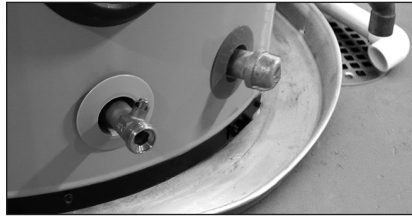

Figura 7 - Un depósito de drenaje adecuado canalizado hacia un drenaje adecuado puede ayudar a proteger el suelo contra fugas y goteos.
- Depósito de drenaje adecuado (Figura 7 en la página 8)
- Instale un depósito de drenaje adecuado (disponible en su proveedor de plomería local) debajo del calentador de agua (Figura 7), para recolectar la condensación o las fugas del tanque o de las conexiones de las tuberías. La mayoría de los códigos exigen y, se recomienda, instalar el calentador de agua en un depósito de drenaje que esté canalizado hacia un drenaje adecuado. El depósito de drenaje debe ser de al menos 2" (50 mm) más ancho que el diámetro del calentador de agua. Instale el depósito de drenaje de tal manera que el nivel de agua se limite a una profundidad máxima de 1-3/4" (45 mm).
- Estará en un depósito de drenaje adecuado, conectado a un drenaje en el piso adecuado o exterior al edificio (Figura 7).